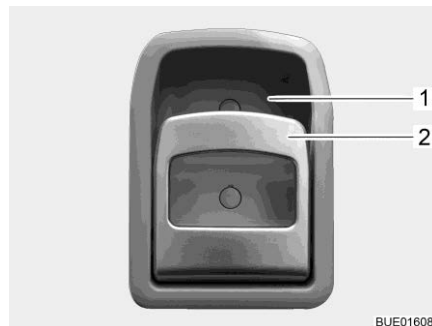

Fig. 69 Serrure de la porte (porte cellule à l'intérieur)
- Tirer sur la poignée (Fig. 69,2). La serrure de la porte se déverrouille et s'ouvre.
- Appuyer sur la poignée (Fig. 69,2) en haut en direction de l'évidement (Fig. 69,1) dans lequel elle repose. La serrure de la porte se verrouille.